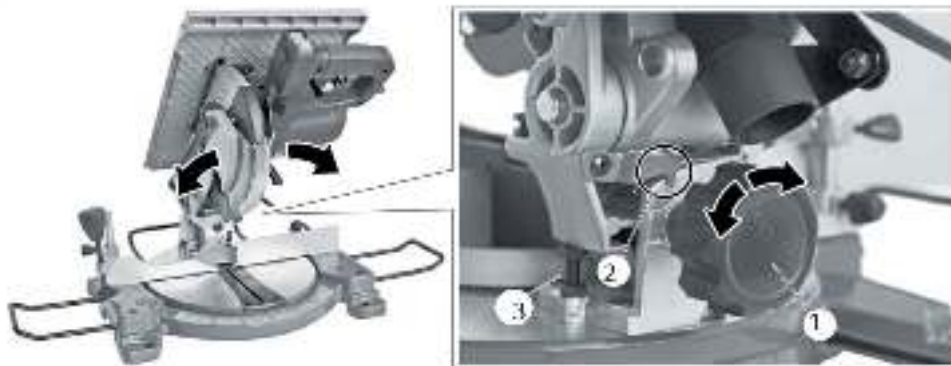

Рис. 4
3. Поверните стол, чтобы указатель встал на нужный угол на линейке скоса (Рис. 4).
Распиловка под наклоном производится поперек волокон заготовки при наклоненном пильном диске. При прямой распиловке под наклоном стол стоит под углом 0°, а пильный диск - под углом от 0° до 45°. (Рис. 4)